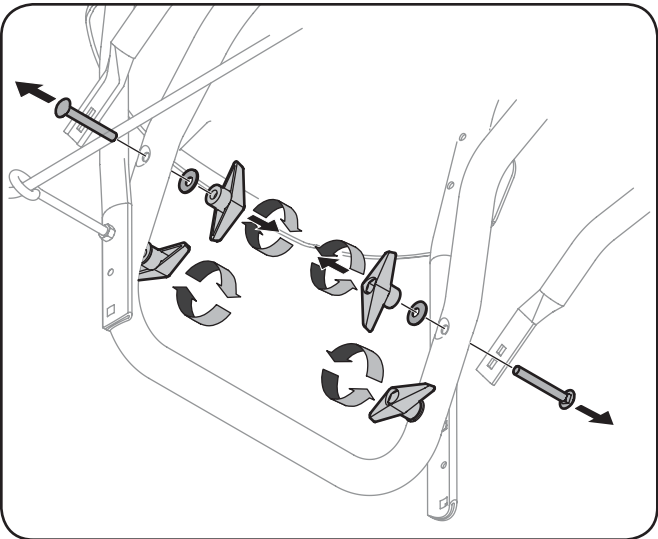

Fig. 3-1
- Enlevez les boutons, rondelles et les boulons ordinaires inférieurs (et tuyau de support si équipé comme illustré dans l'encadre) de chaque côté du guidon inférieur. Voir la Figure 3-1.